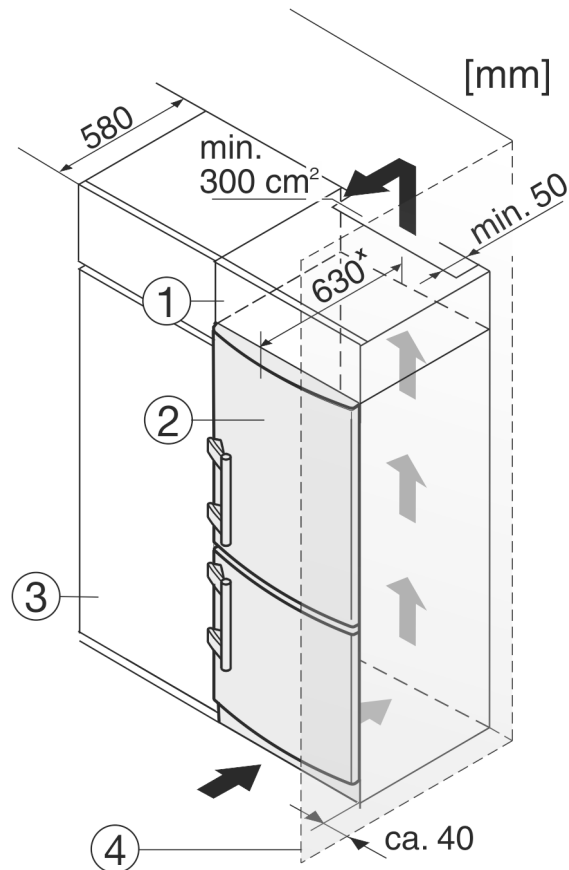

Fig. 9
- (1) Aufsatzschrank
- (2) Gerät
- (3) Küchenschrank
- (4) Wand
Das Gerät kann mit der Kücheneinrichtung umbaut werden. Um das Gerät *Fig. 9 (2)* der Kücheneinrichtung anzugleichen, kann über dem Gerät ein entsprechender Aufsatzschrank *Fig. 9 (1)* angebracht werden.
Beim Umbau mit Küchenschränken (Tiefe max. 580 mm) kann das Gerät direkt neben dem Küchenschrank *Fig. 9 (3)* aufgestellt werden. Das Gerät steht seitlich 34 mm* und in der Gerätemitte 50 mm* gegenüber der Küchenschrankfront vor.
Wenn das Gerät mit den Scharnieren neben einer Wand *Fig. 9 (4)* aufgestellt wird, muss der Abstand zwischen Gerät und Wand mindestens 40 mm betragen. Dies entspricht dem Griffüberstand bei geöffneter Tür.